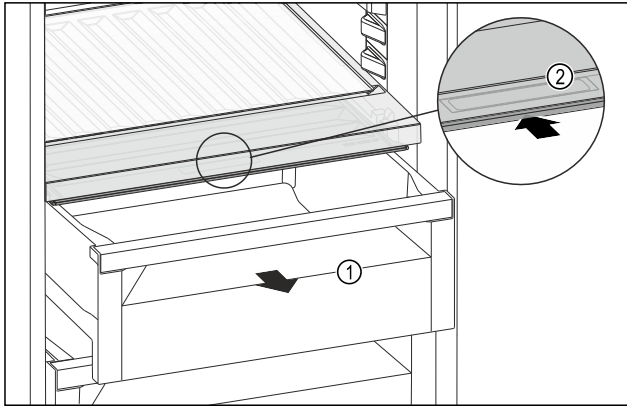

Fig. 175
- ▶ Estrarre il cassetto Fig. 175 (1).
- ▶ Afferrare la maniglia incassata Fig. 175 (2) sul coperchio dello scomparto e spingere allo stesso tempo all'indietro il coperchio dello scomparto.